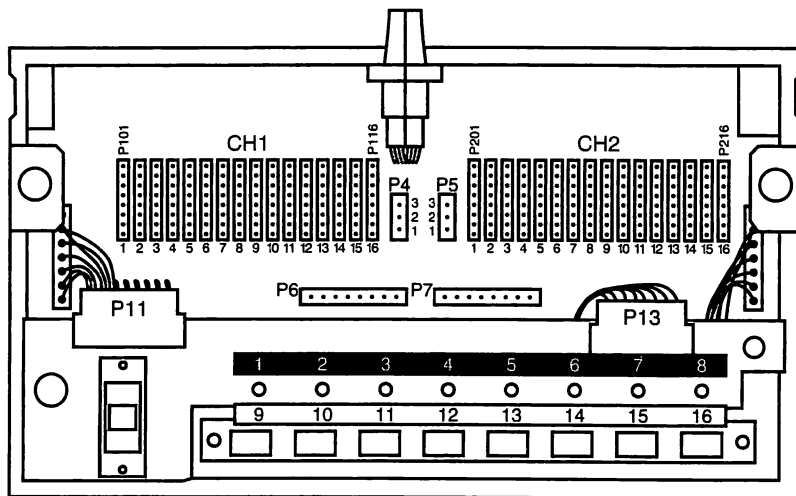

図 2
上蓋⑤の裏面にプログラム図が付いていますから、このプログラム図、図2，プログラムの方法および使用方法をご覧ください。
本体内部は、図2のようになっています。CH1の番号1～16(P101～P116)とCH2(P201～P216)が、各々プログラム図に対応しています。